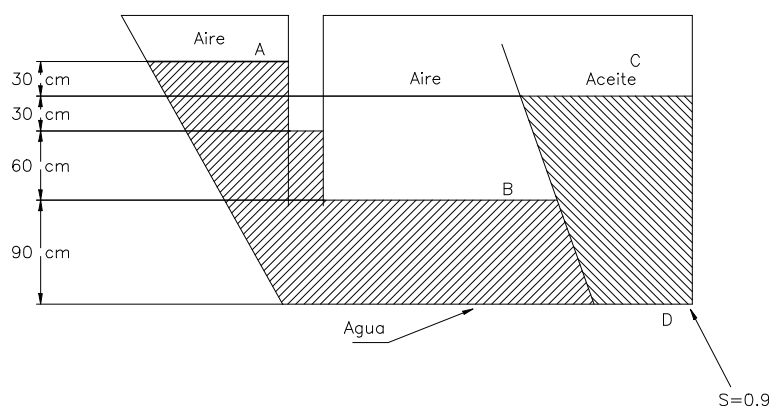

Figura 2.9.
2.9. En el sistema de la **Figura 2.9.**, se pide: